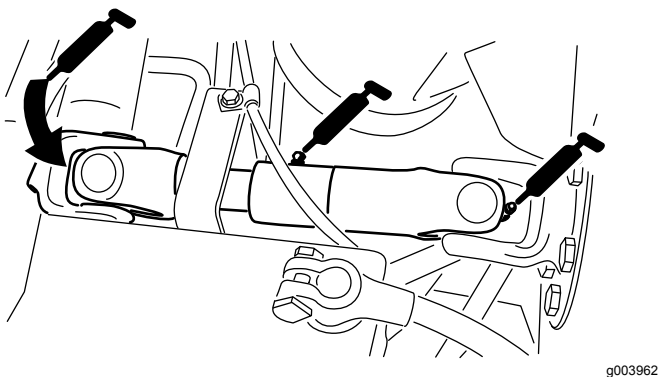

Figura 27
- Articulación de cardán del árbol de transmisión de la bomba (3)—Figura 27